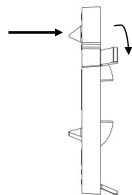
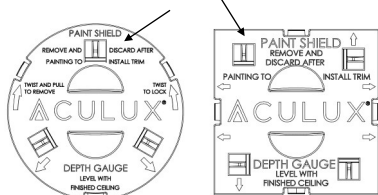

Fig. 13
Fig. 14
4. Les cache-peinture ont un système de vissage facilement accessible (Fig. 13). Poussez les ouvertures avec les doigts ou avec un tournevis jusqu'à ce qu'elles soient complètement ouvertes. Recommencez avec toutes les ouvertures (Fig. 14).